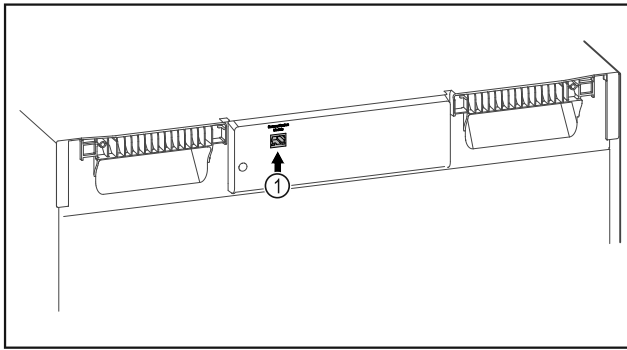

Fig. 88
- SmartModule Fig. 88 (1) naudojamas.